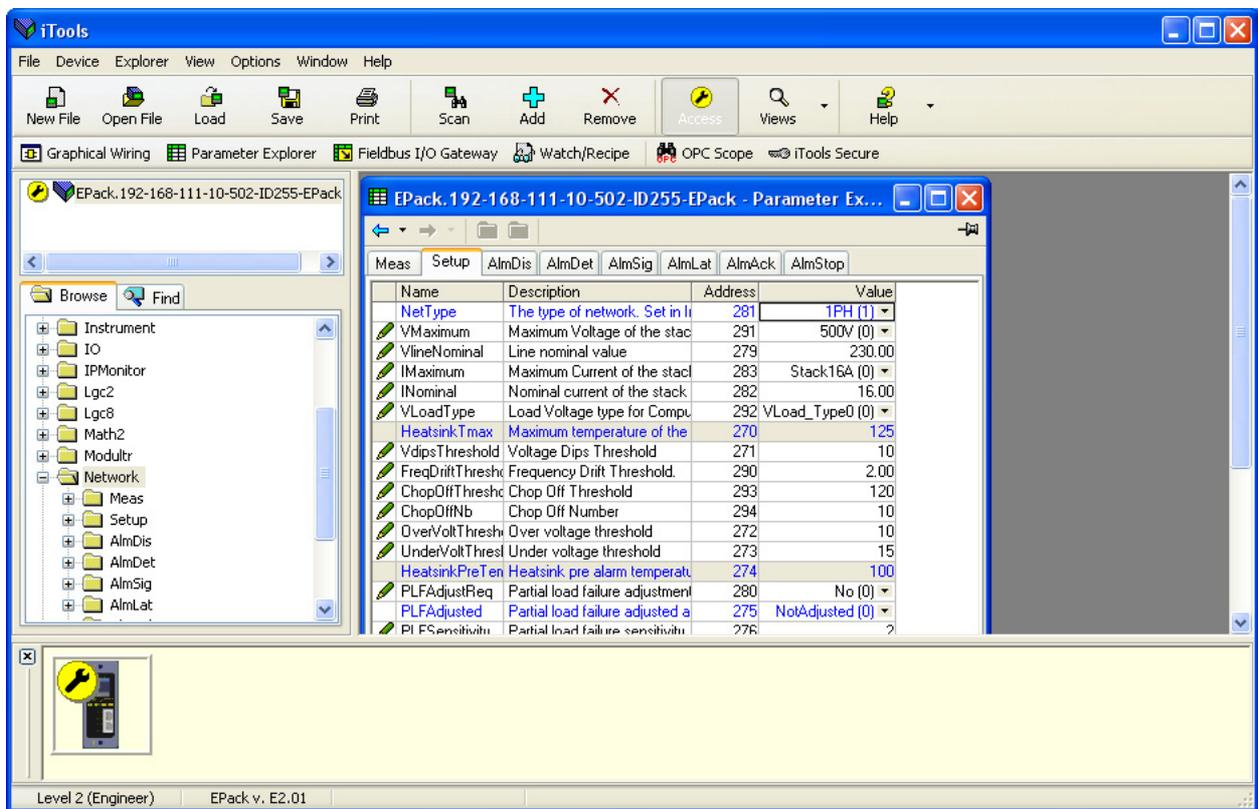
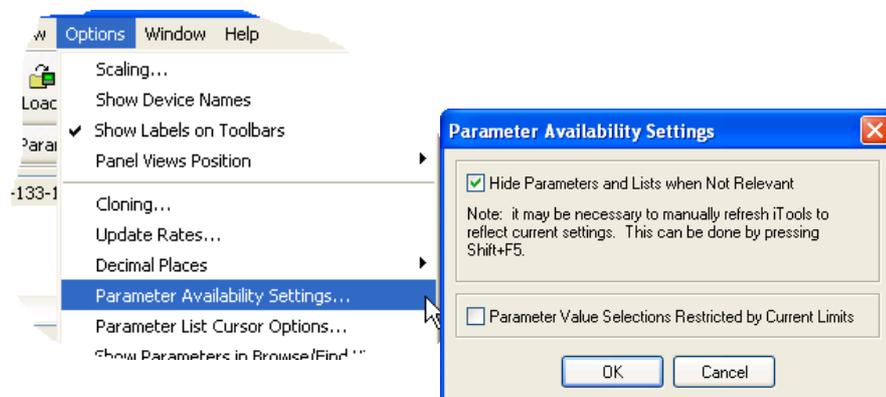

Figure 103 Exemple de tableau de paramètres
Figure 106 Afficher/Masquer paramètres
Dans chaque cas, les paramètres du bloc fonction apparaissent dans la fenêtre iTools sous forme tabulaire, comme dans l'exemple de la Figure 103.
1. Les paramètres en bleu ne sont pas éditables (Lecture seule). Dans l'exemple ci-dessus, tous les paramètres sont à lecture seule. Les paramètres en lecture/écriture sont en noir et comportent un symbole représentant un « crayon » dans la colonne d'accès à la lecteur/écriture sur le bord gauche du tableau. Plusieurs de ces éléments sont indiqués dans la Figure 103 ci-dessus.
2. Colonnes. La fenêtre d'exploration par défaut (Figure 103) contient les colonnes « Nom », « Description », « Adresse » et « Valeur ». Comme la Figure 106 ci-dessus le montre, les colonnes à afficher peuvent être sélectionnées, dans une certaine mesure, à l'aide du menu « Exploration » ou du menu contextuel. Les « Limites » ont été validées pour l'exemple ci-dessus.
3. Paramètres cachés. Par défaut, iTools cache des paramètres qui sont considérés ne pas être significatifs le contexte actuel. Ces paramètres cachés peuvent être affichés dans le tableau à l'aide de l'élément de réglage de la « Disponibilité des paramètres » dans le menu Options (Figure 106). Ces éléments sont affichés sur une trame de fond.